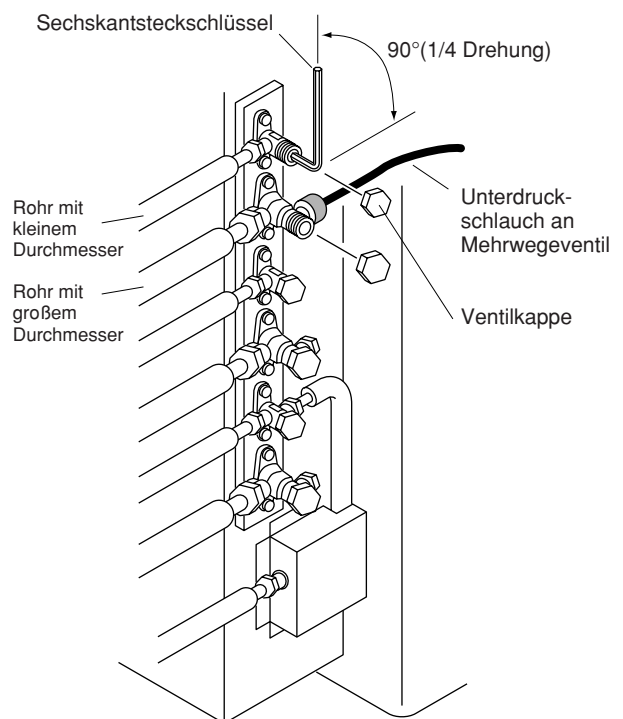

Abb. 8-6
- (2) Absperrventil der Rohrleitung mit kleinem Durchmesser mit Hilfe eines Sechskantsteckschlüssels um 90 Grad gegen den Uhrzeigersinn (1/4 Drehung) drehen, 10 Sekunden in dieser Stellung belassen und dann wieder schließen. (Abb. 8-6)